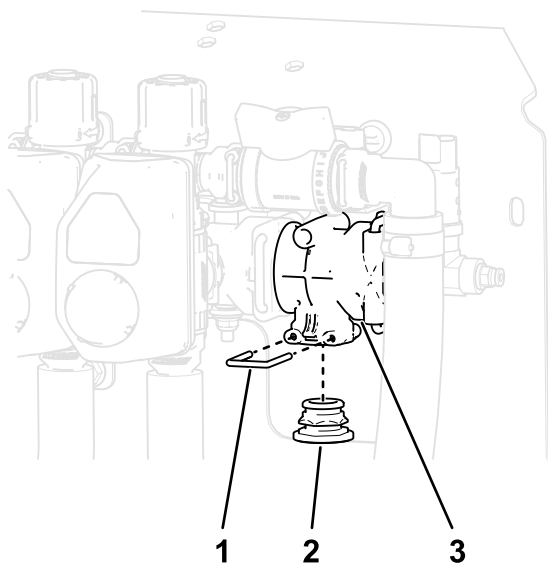

Figure 25
2. Retirez l'étrier qui fixe le chapeau de dérivation et déposez le chapeau en bas du collecteur en T sur la machine (Figure 25).